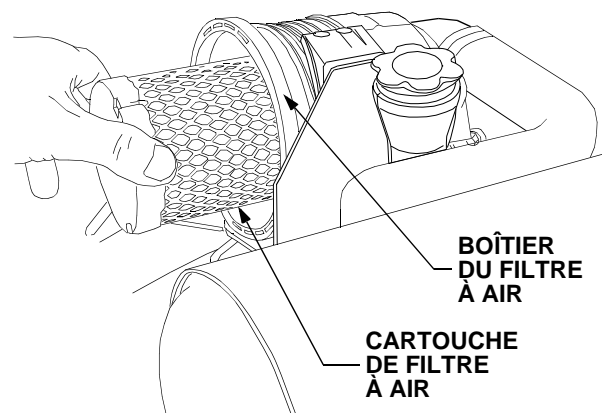

Figure 58
- Sortez la cartouche filtrante du boîtier. Voir la Figure 58.